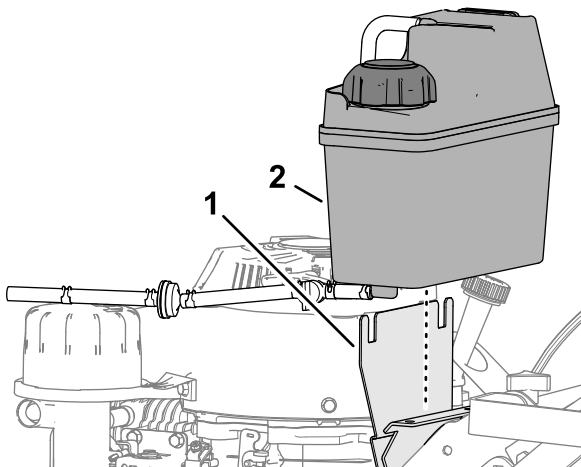

Figura 38
2. Levante el depósito del soporte (Figura 38).